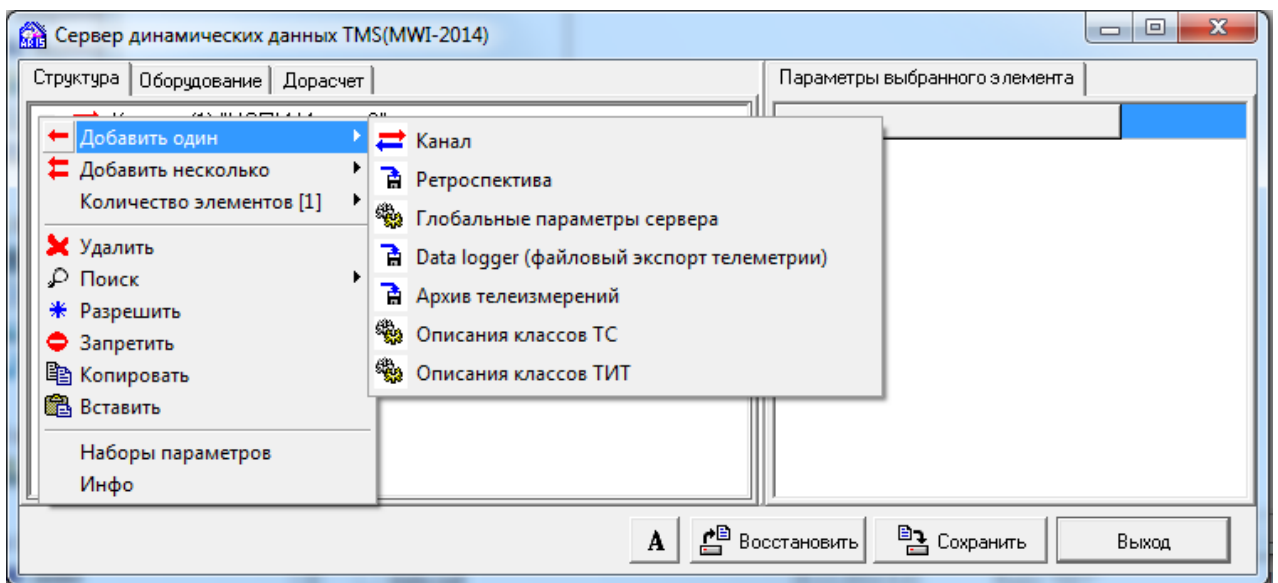

Рис. 10.1.6 Добавить компонент структуры
- в открывшемся дополнительном контекстном меню ЛКМ выбрать пункт меню «Канал» (см. Рис. 10.1.6).